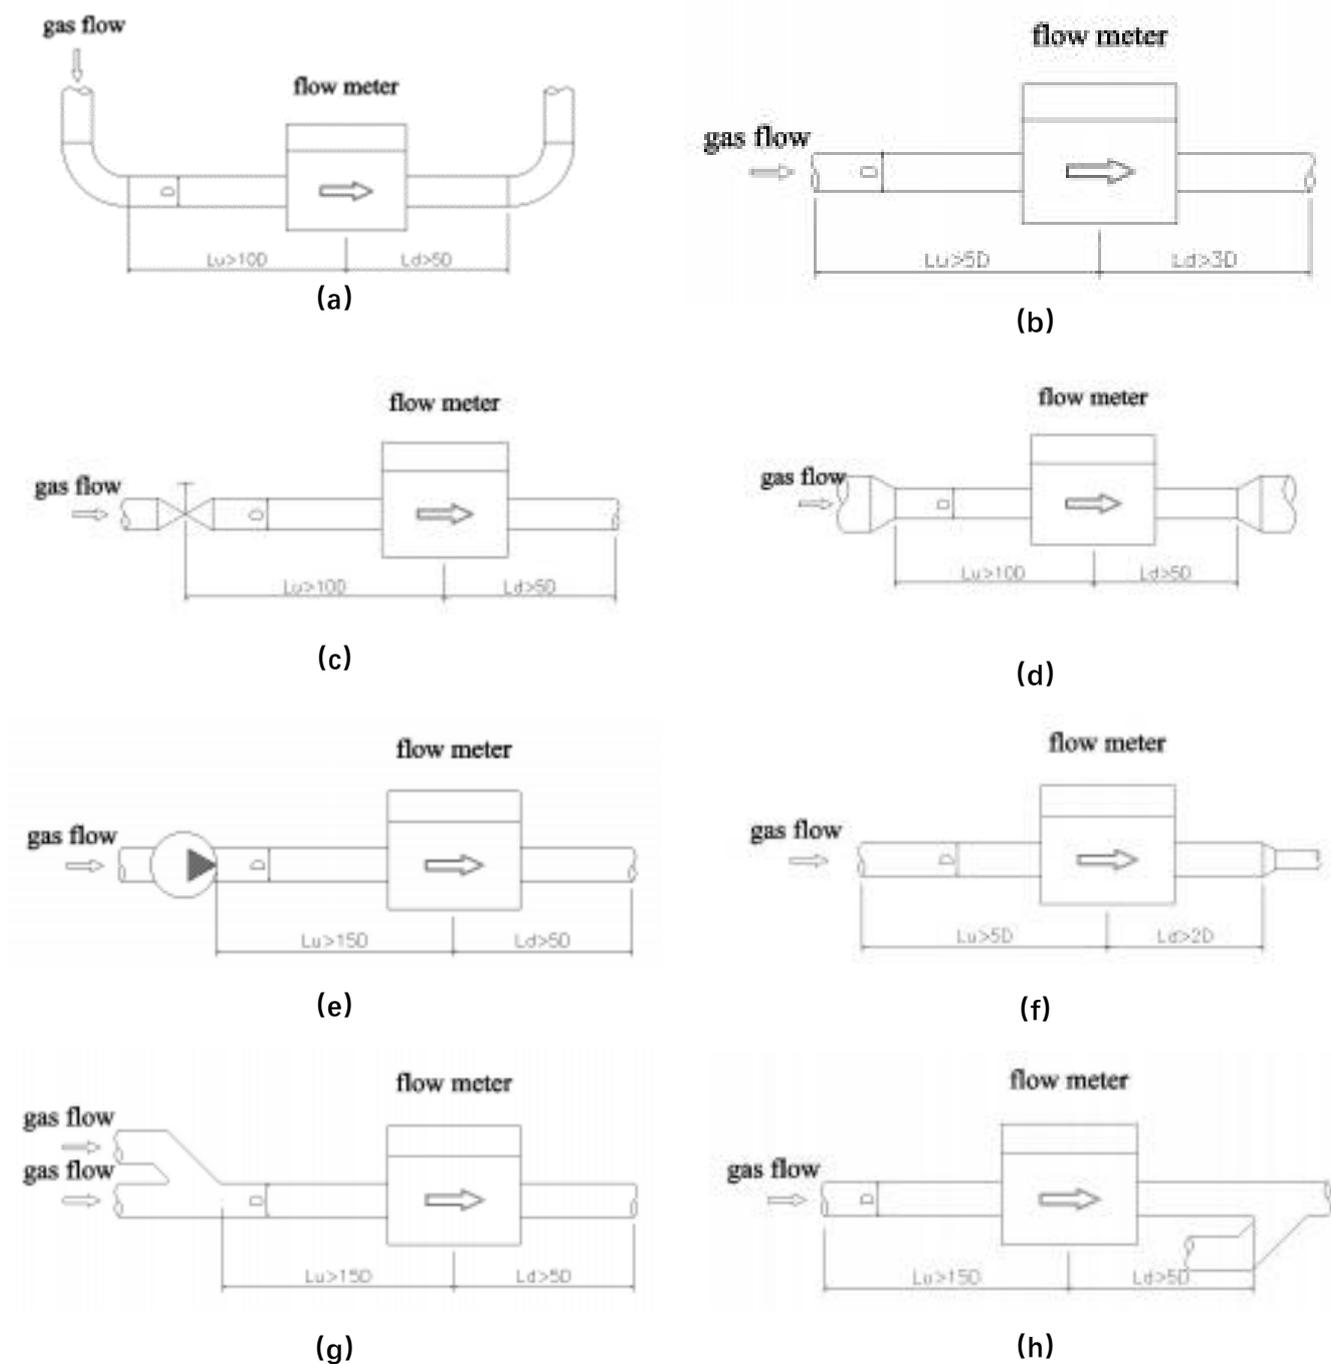

图 3.3 流量计安装步骤图
- (1) 流量计的布置应避免强磁场或强振动的环境。
- (2) 安装流量计前，应吹扫管道。
- (3) 应根据流量计的标称直径选择规格正确的接头。建议将孔径一致的螺纹管连接到流量计上。
- (4) 流量计应水平安装。垂直安装时，订货时应注明。
- (5) 稳定的流场可提高测量精度，直管段应布置在流量计的上下游；有关直管段信息请参阅图 3.3。
- (6) 流量计方向（箭头指示）应与气体流向一致。
- (7) 当使用接头连接时，接头内径应与流量计内径一致，才能保证计量精度和准确性。
- (8) 流量计的安装不得产生过大的机械应力。如有必要，应在流量计两侧的管道上增加支架。
- (9) 必要时，流量计上游和下游的阀门应慢开慢关。快速开关阀门操作会导致压力和流量波动，损坏流量计。
- (10) 流量计投入使用前应进行气密性试验。